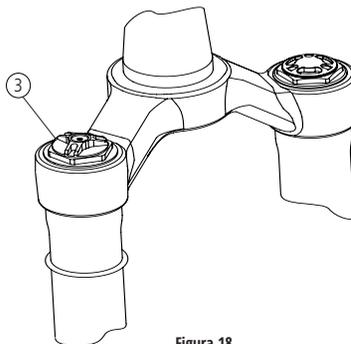
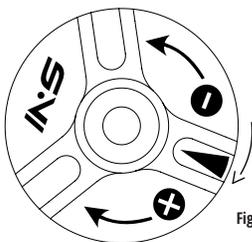

Figura 18
Figura 19
1. Gire lentamente o regulador SVI (3)(Figura 18) no sentido horário (Figura 19) e comprima a suspensão (bombadas) para verificar se o sistema ficou rígido;